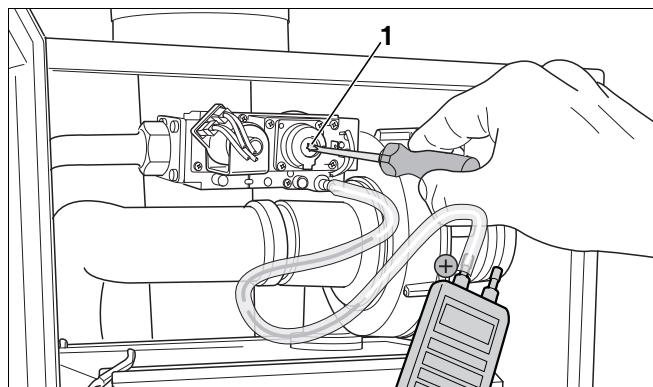

Fig. 84 Indstilling af gas-/luftforholdet
- Hvis gas-/luftforholdet afviger, skal det efterreguleres på indstillingsskruen (torx 40 H) (fig. 84, pos. 1). Indstillingsskruen er placeret bag afdækningsskruen (torx 40 H).